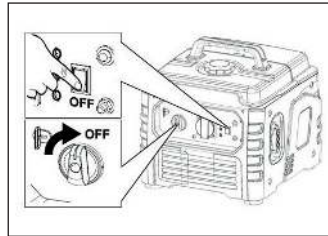

Рис. 10
- Перекройте топливный кран, установив его в положение «Закрыто» (Рис. 10).